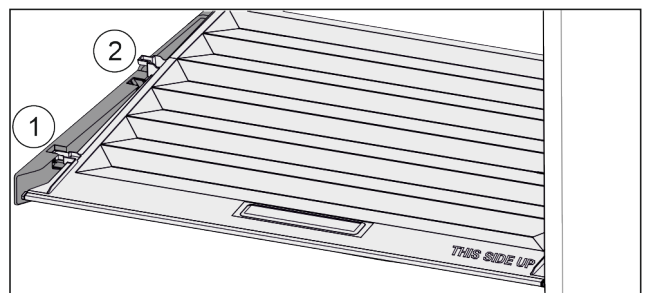

Fig. 96
- ▶ Trageți capacul în față Fig. 96 (1) până la orificiul din piesele suportului.
► Ridicați în spate de jos și scoateți Fig. 96 (2) în sus.